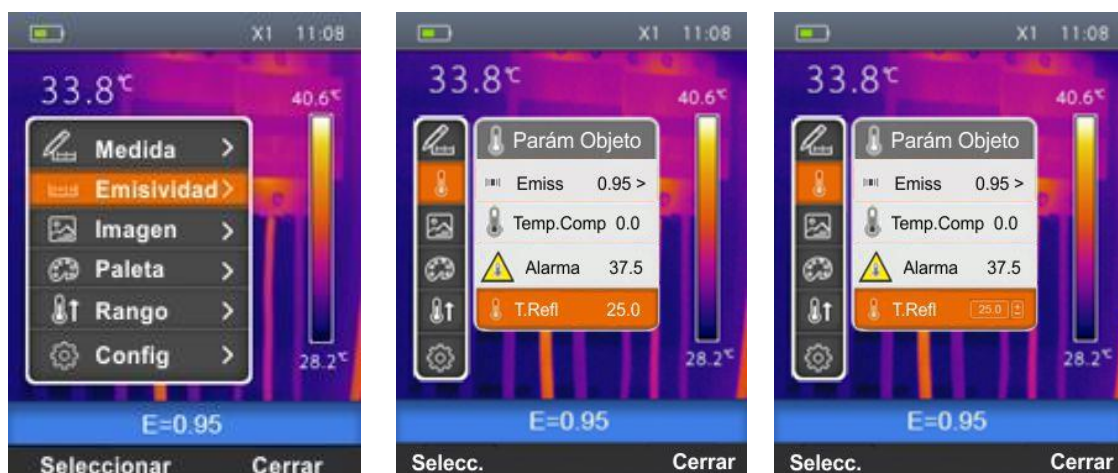

Fig. 21: Configuración temperatura reflejada en el instrumento
1. Seleccione el texto "T.Refl" con las teclas $\oplus$ o $\ominus$ y pulse la tecla "Seleccionar". La pantalla de Fig. 21 – Parte central se muestra en el visualizador